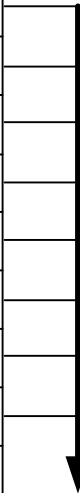

Рис. 5. Схема розпаювання роз'єму RS-485/PPS
8.7. Під'єднати до КОНЦЕНТРАТОРА пристрої Альтра. Пристрої Альтра та КОНЦЕНТРАТОР об'єднують у локальну мережу за допомогою двопровідної лінії зв'язку типу "вита пара" з використанням інтерфейсу RS485. Це здійснюють з дотриманням відповідних вимог до побудови такої мережі. Для під'єднання використовується стандартний DB9 роз'єм, схема розпаювання якого наведена на рис. 5. Кабель для з'єднання пристроїв Альтра з КОНЦЕНТРАТОРОМ слід виготовити згідно рекомендацій, наведених у "Настановах з виготовлення кабелю для з'єднання пристроїв Альтра з Концентратором".